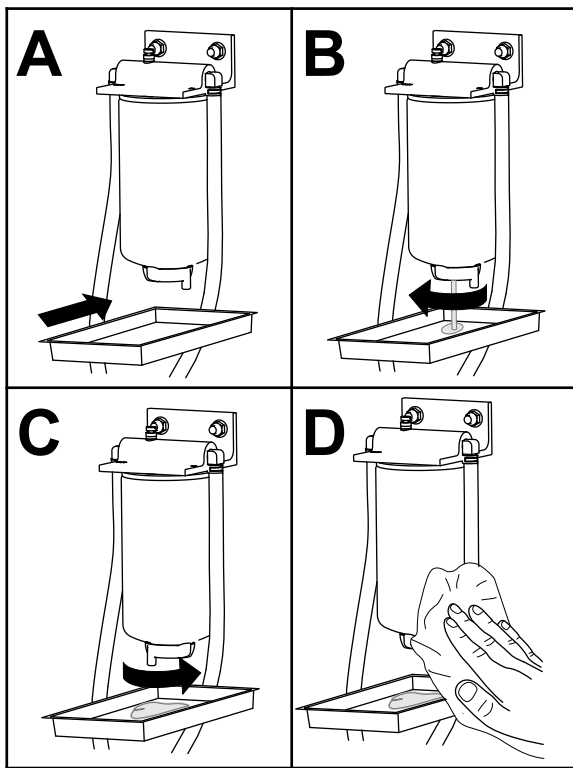

Bild 86
1. Lassen Sie das Wasser aus dem Kraftstofffilter bzw. Wasserabscheider ab, wie in Bild 86 dargestellt.